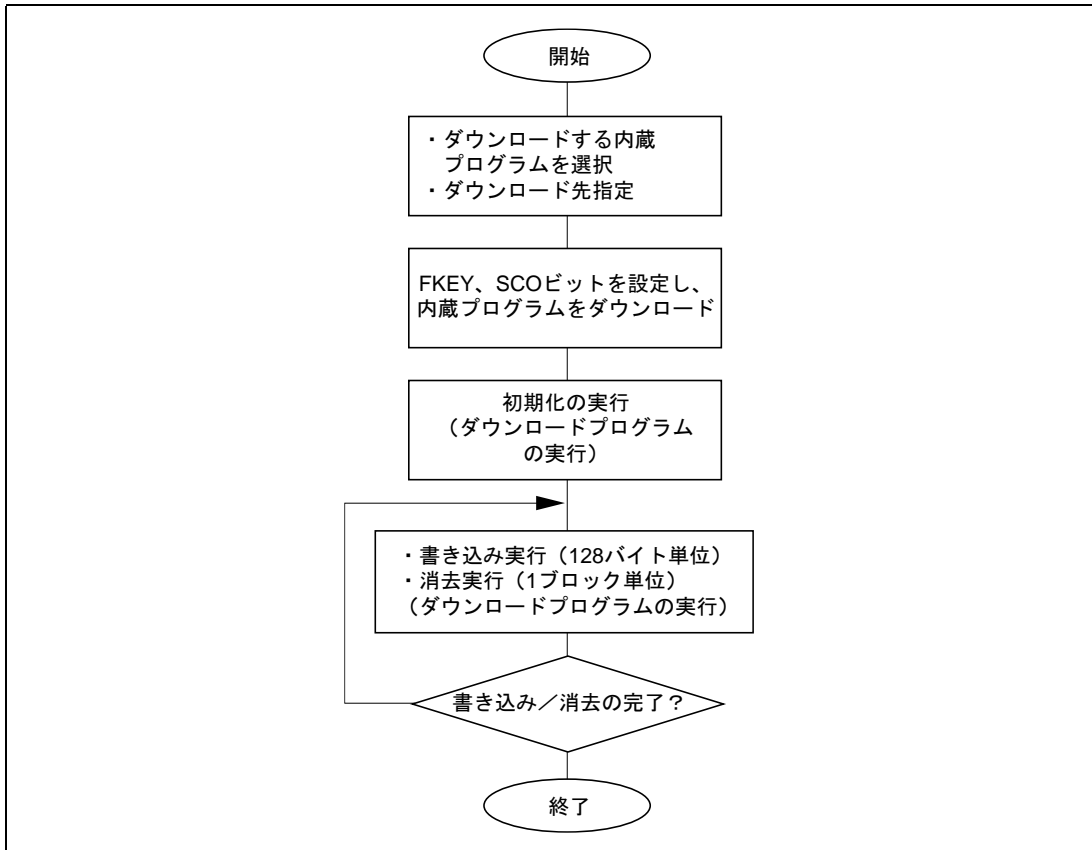

図 3.1 消去／書き込みプログラム概要
0.18 μmプロセスF-ZTATの消去／書き込み手続きプログラムは、図3.1に記載するシーケンスで作成します。